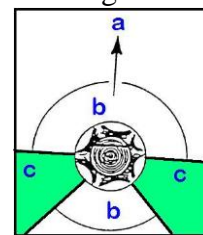

Fig. 17
Cette voie de retraite doit s'étendre vers l'arrière et en diagonale derrière la ligne de chute prévue comme l'illustre la Fig. 17.
Ne jamais couper avec la pointe du guide chaîne. Risque de rebond. La direction de la chute est contrôlée par l'entaille. Ne commencer l'abattage qu'après avoir prévu une voie de retraite, voir Fig. 17 : (a) Sens de chute de l'arbre ; (b) zone de danger ; (c) voie de retraite.
2. Nettoyer la zone de travail autour de l'arbre. Prévoir une voie de retraite (Fig.17) pour le moment où l'arbre va tomber et bien se caler les pieds pour assurer sa posture.